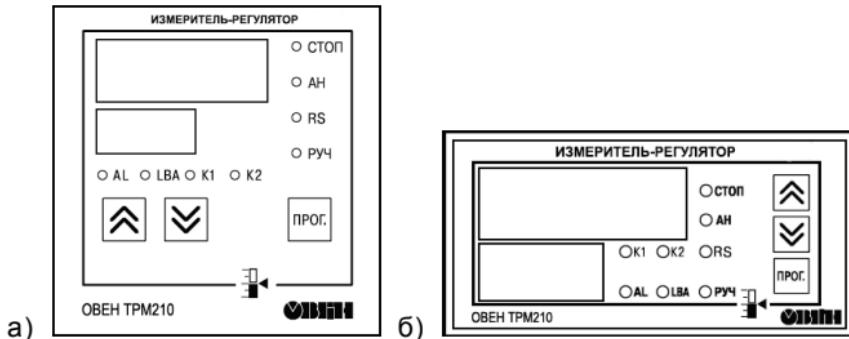

Рисунок 3.1
3.1.1.2 Все элементы прибора размещены на двух печатных платах. На лицевой панели расположены клавиатура управления прибором, ЦПУ и светодиоды (см. рисунок 3.1), на задней – силовая и измерительная части, а также присоединительный клеммник.